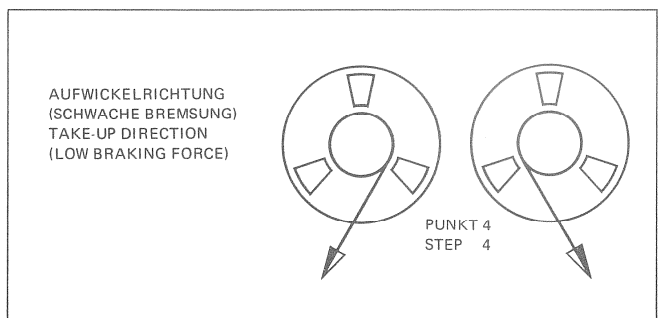

Fig.3.4
4. **Bremszug- Einstellung in Aufwickel- Richtung (schwache Bremsung):** -> Fig.3.4